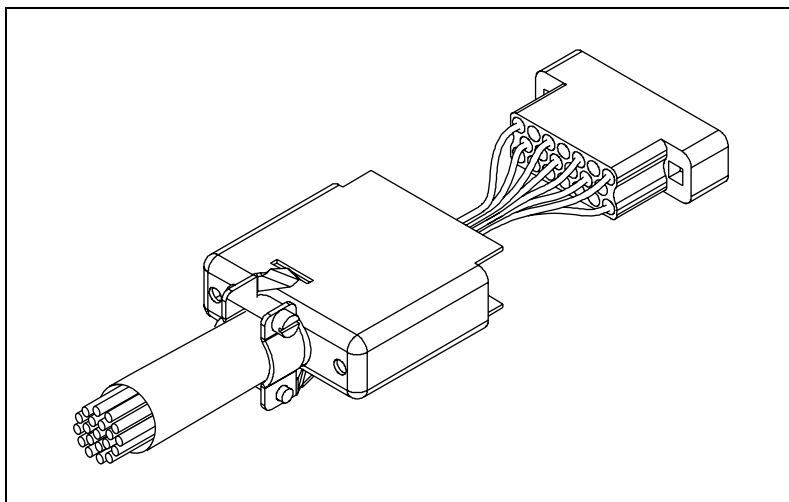

図 3 はんだカップピン付きコネクタ
9. モジュールの仕様にあるフロントパネルピン配列図を参照してください。この図を参照しながらはんだカップピン（伝導体付き）をコネクタに差し込みます。図 3 に示すように、はんだカップピンは正しく挿入するとぴったりはまります。